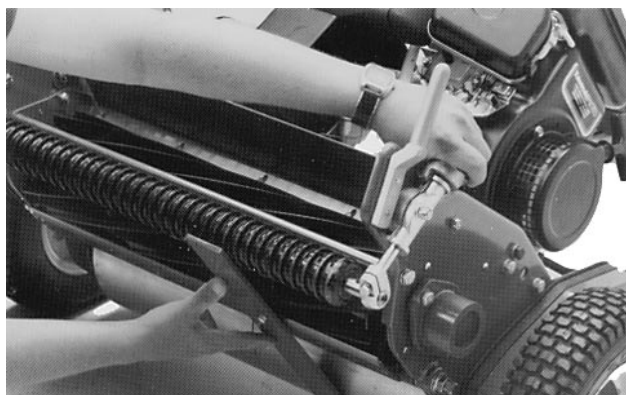

Fig. 8
- Prender a cabeça do parafuso no gume de corte da faca da base e assentar a extremidade traseira da barra no carretel traseiro (Fig. 8).